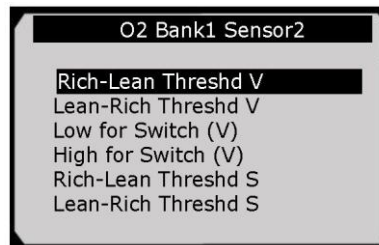

Рисунок 5-26
4) Ознакомьтесь с результатами проверки выбранного датчика кислорода. См. рисунок 5-26.